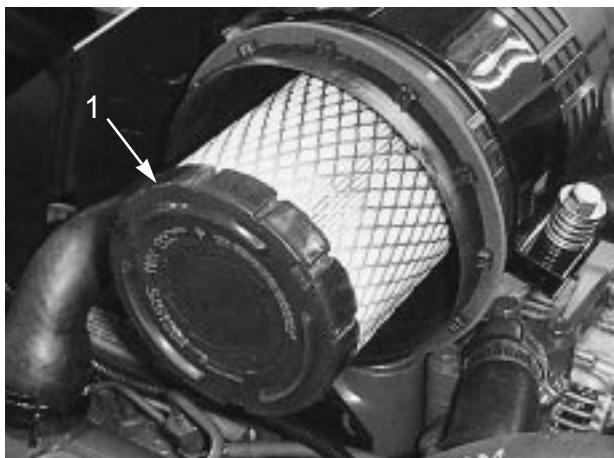

図 41
2. フィルタ（図41）を静かに引き出す。フィルタをボディーに打ちつけるとごみが落ちるのでぶつけないように注意する。